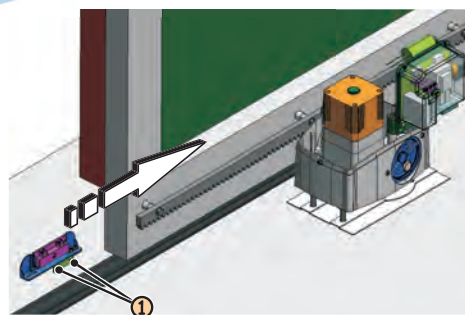

Fig. 19
- ② Disposer l'opérateur pour le fonctionnement manuel, d'après le paragraphe 8, et mettre le système sous tension
- ③ Amener manuellement le portail en position d'ouverture en laissant 4 cm à partir de l'arrêt mécanique de fin de course.
- ④ Faire coulisser sur la crémaillère, dans le sens du moteur, l'aimant le plus près de l'opérateur, voir figure 19. Dès que la LED relative au fin de course présent sur la carte s'éteint, faire avancer l'aimant de 10 mm supplémentaires et le fixer avec les vis spécifiques (Fig. 19 réf. ①).